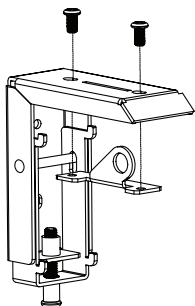

Figure 14
2. Fixez les suspensions de plafond aux supports muraux à l'aide des vis M5x10 mm fournies et assurez-vous que les vis sont bien serrées sur le support mural. (Fig. 14 et 15)